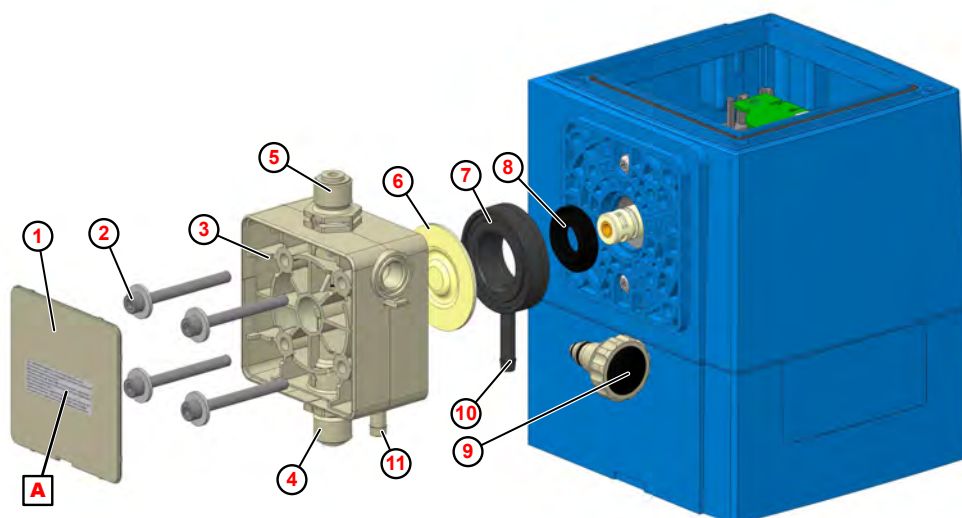

Fig. 103: Sustitución del cabezal de la bomba, la membrana y la membrana protectora
1. ➤ Destornillar las válvulas de aspiración y de descarga (Fig. 103 , ④ y ⑤).
2. ➤ Desenroscar el tornillo de purga ⑨ (sólo al cambiar el cabezal de la bomba).
3. ➤ Retirar la placa cobertora ① en el cabezal dosificador.
4. ➤ Aflojar y retirar los tornillos del cabezal de la bomba ② .
5. ➤ Quitar el cabezal de la bomba ③ .
6. ➤ Destornillar la membrana ⑥ .
7. ➤ Sacar la placa intermedia ⑦ .
8. ➤ Sacar la membrana protectora ⑧ del empujador.
10. ➤ Insertar la placa intermedia de forma que la salida de rotura de membrana ⑩ señale hacia abajo.